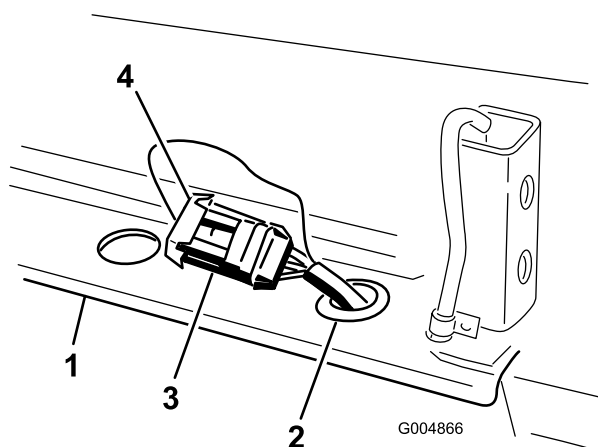

Figura 25
1. Inserte los cables del conector grande del arnés hacia abajo, a través del pasamuros derecho del soporte del bastidor trasero (Figura 25).